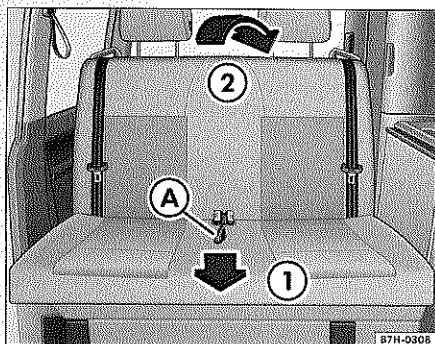

Fig. 1 Función cama del asiento
- Tire del lazo que se encuentra entre los cierres del cinturón ⇒ fig. 1 (A) del asiento cama en dirección de la flecha (1).
- Recline el respaldo (2) hacia atrás, hasta que quede encastrado correctamente.